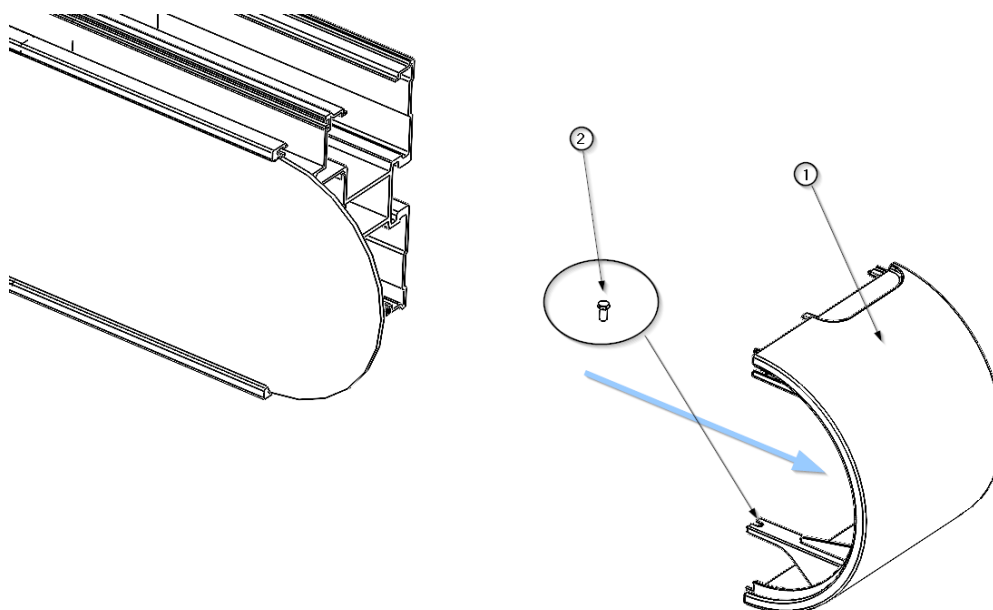

Fig. 4 Démontage des parois latérales
- Retirer la vis M4 x 10 ② DIN 7505 et faire glisser le capuchon d'extrémité ① en direction du châssis de l'équipement pour le retirer, comme le montre la figure 4.
- Pour remettre en place l'embout ①, il suffit de le pousser en position dans le sens du châssis jusqu'à ce que l'embout s'arrête et de mettre en place la vis de fixation ②.